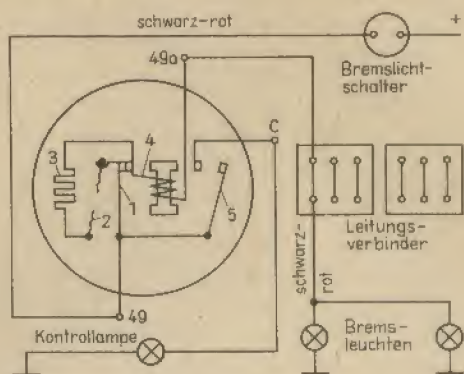

Abb. 88
auch bei Schaltung der Bremsleuchten als Rückfahrlight wirksam – läßt bei jeder Bremsbetätigung erkennen, ob beide Bremsleuchten funktionieren. Leuchtet nur eine Bremsleuchte, so bleibt die Kontrolllampe dunkel, ebenso beim Ausfall des Bremslichtschalters, einem Kabelbruch usw. Wie die Abbildung 88 zeigt, dient ein Blinkgeber 6 V, 2×15 W, dessen Hitzdraht (2) defekt ist oder entfernt wurde, als Kontrollrelais. Der Strom fließt über den Blinkanker (1), über dessen auf Grund des defekten Hitzdrahtes geschlossenen Kontakte in die Stromspule 4, über Klemme 49a zum Leitungsverbinder (unter dem Armaturenbrett) und zu den Bremsleuchten. Der Kontrollanker (5), der die Kontrolllampe einschaltet, wird von der Stromspule nur angezogen, wenn der Gesamtstrom beider Leuchten fließt.